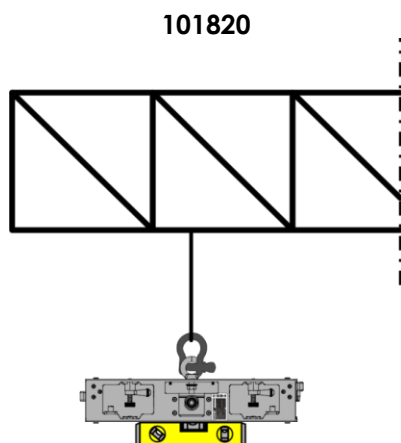
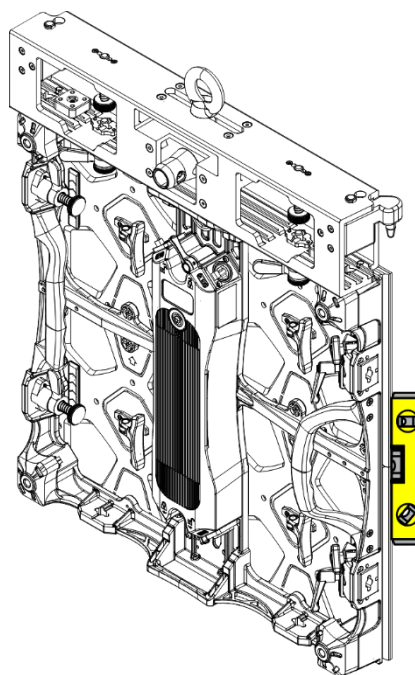
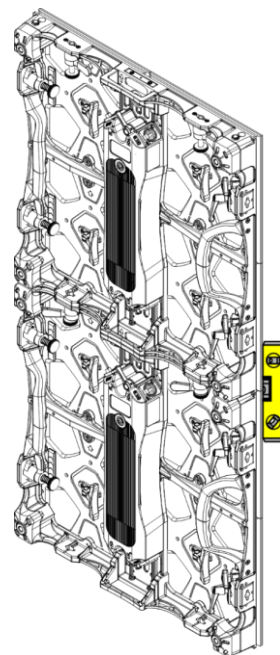

Fig. 15
Fig. 25
Fig. 45
Antes de comenzar la instalación de las pantallas LED asegúrese de que el montaje de la barra de rigging esté correctamente nivelado, como se muestra en las Fig. 15 y 16. Para más información sobre la nivelación consulte el manual del usuario de la barra de rigging individual/barra de rigging doble (101820/101821).
07) Asegúrese de que el montaje está nivelado como se indica en la Fig. 25. Para nivelar la instalación véanse las Fig. 15 y 16 de la página 17.
- 07) Asegúrese de que la pantalla LED se haya fijado y nivelado correctamente antes de continuar con la instalación como se muestra en la Fig. 45. Para nivelar la instalación véanse las Fig. 15 y 16 de la página 17.